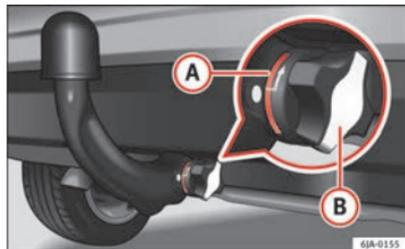

Fig. 119 Fixation correcte de la barre à boule d'attelage
- La marque rouge (A) ⇒ fig. 119 sur la molette pointe vers la marque blanche sur la barre à boule d'attelage.
- Le cache (B) a été mis en place sur la serrure de la molette.